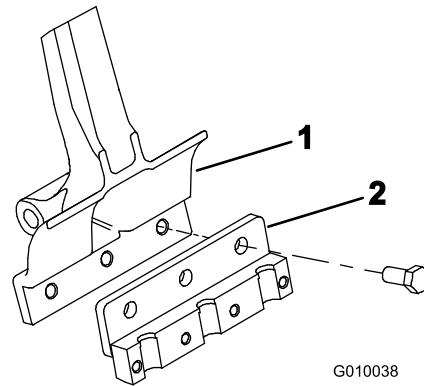

Bild 23
2. Befestigen Sie einen Stachelhalter mit drei Schrauben ($1/2 \times 1-1/4$ Zoll) an jedem Stachelarm (Bild 23). Ziehen Sie sie auf 101,6 Nm an.